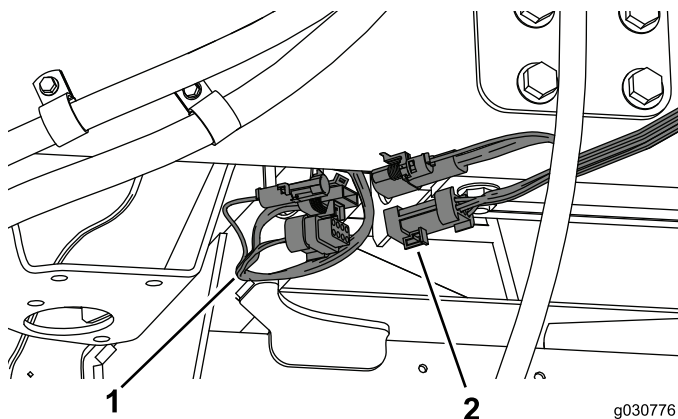

Figura 45
1. Ligue a cablagem da cabina à cablagem do lado direito da máquina (Figura 45).